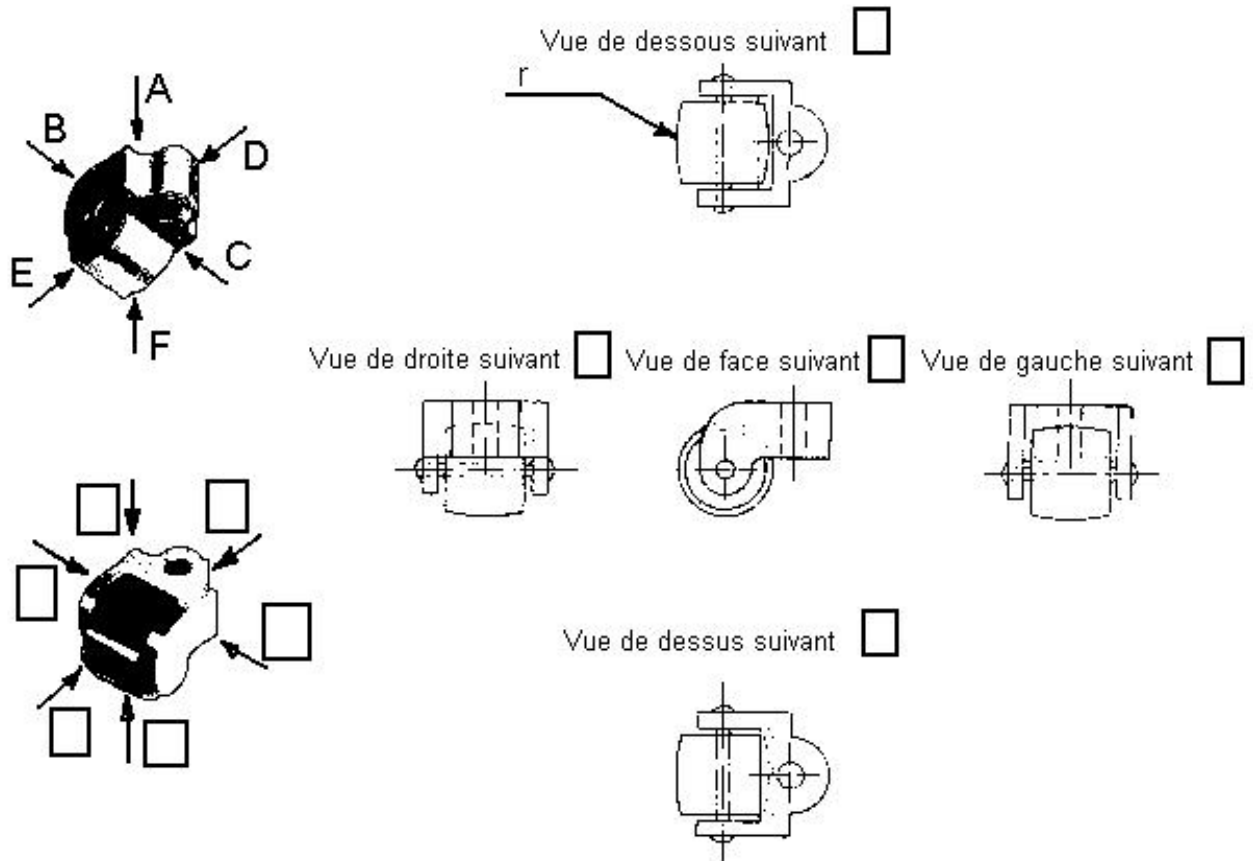

Figure 4.1
- b) Indiquer ou dessus de chaque vue de la pièce en projection orthogonale le sens correspondant à la direction de l'observation (figure 4.1).